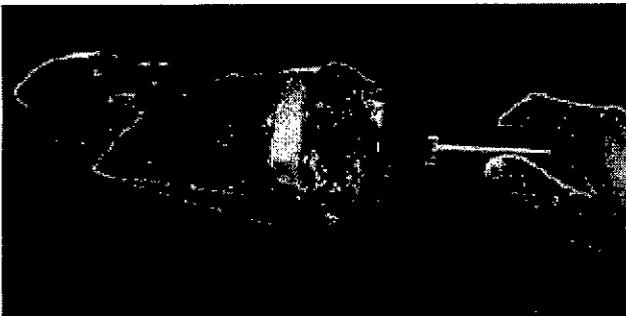

Figura 13
2. Estéril: saque la envoltura de su envase estéril y amplíe la apertura para que pueda entrar una mano. No tire de los pliegues en este momento. (Si esta operación la realiza una persona, retire las bandas elásticas incluidas de su soporte de cinta y colóquelas sobre una superficie estéril). (Ver Figura 13)